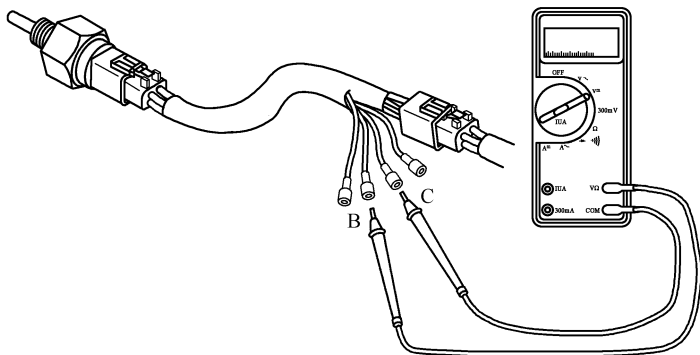

图 3-32 测量触针 C 与 B 之间的信号电压
① 将抽头电缆(零件号为 3162898)安装到传感器和发动机线束插头之间，打开钥匙开关。
② 测量插头电缆触针 C(黄)与触针 B(黑)之间的信号电压(图 3-32), 电压应为 $0.50 \sim 1.40\text{V}$ 。